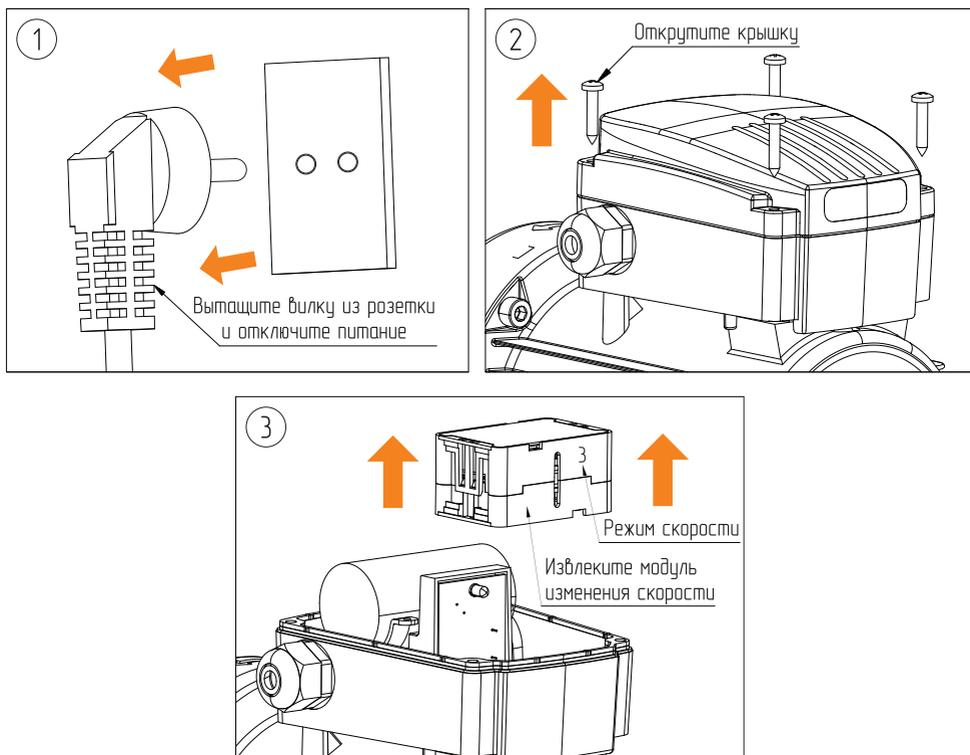

Рис.7 Переключение скорости насоса
- После запуска циркуляционного насоса и удаления из него воздуха необходимо выбрать режим скорости (см. **Рис.7**):